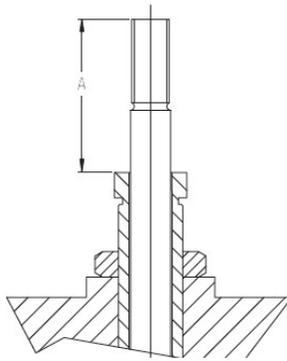

Figura 06
- 7.1.3** Anote a dimensão A, conforme Figura 06, esta informação será necessária para, posicionar o parafuso de regulagem (24) quando da remontagem da válvula.